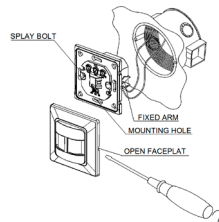

Abbildung 2
- Wenn Sie den Sensor in einer runden Öffnung installieren wollen, legen Sie ihn in die Öffnung und drehen Sie die Schrauben an beiden Seiten fest (siehe Bild 2). Wenn Sie den Sensor in einer rechteckigen Öffnung installieren wollen, legen Sie den Sensor in die Öffnung und befestigen Sie die Schraube in der Montageöffnung (siehe Bild 3).